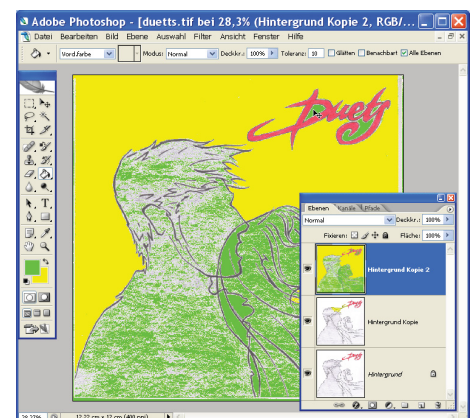

Abb. 11-60: Farbfüllung
- Mit der Option **Benachbart**, werden nur die Pixel gefärbt, die zu dem gewählten Pixel benachbart sind, d.h. zwischen denen keine Lücke in Form von transparenten oder andersfarbigen Pixeln existiert. In Abb. 11-60 wurde die gelbe Fläche mit aktivierter Option **Benachbarte** eingefärbt, die grünen Flächen ohne die Option).